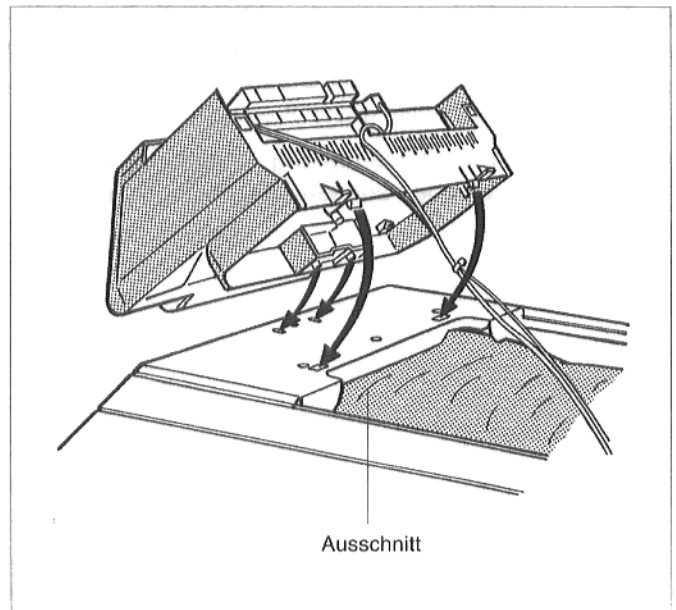

Abb. 10: Regelgerät aufsetzen
- Regelgerät auf die vordere Kesselhaube so aufsetzen, daß die Einschiebehaken auf der Unterseite des Regelgeräts vorne in die ovalen Bohrungen eingeführt werden (Abb. 10).
Kapillarrohre der Temperaturfühler und, bei "Ecomatic"-Regelung, die Kesselwassertemperaturfühlerleitung dabei in den Abschnitt in der vorderen Kesselhaube legen (Abb. 10).
- Regelgerät nach vorne ziehen und dabei herunterdrücken, bis die beiden elastischen Haken in den hinteren Bohrungen einrasten (Abb. 10).